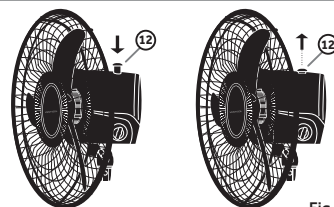

Fig.15
Para ativar a oscilação pressione o pino de oscilação (12). Para desativar a oscilação puxe o pino (12) para cima. Fig. 15.